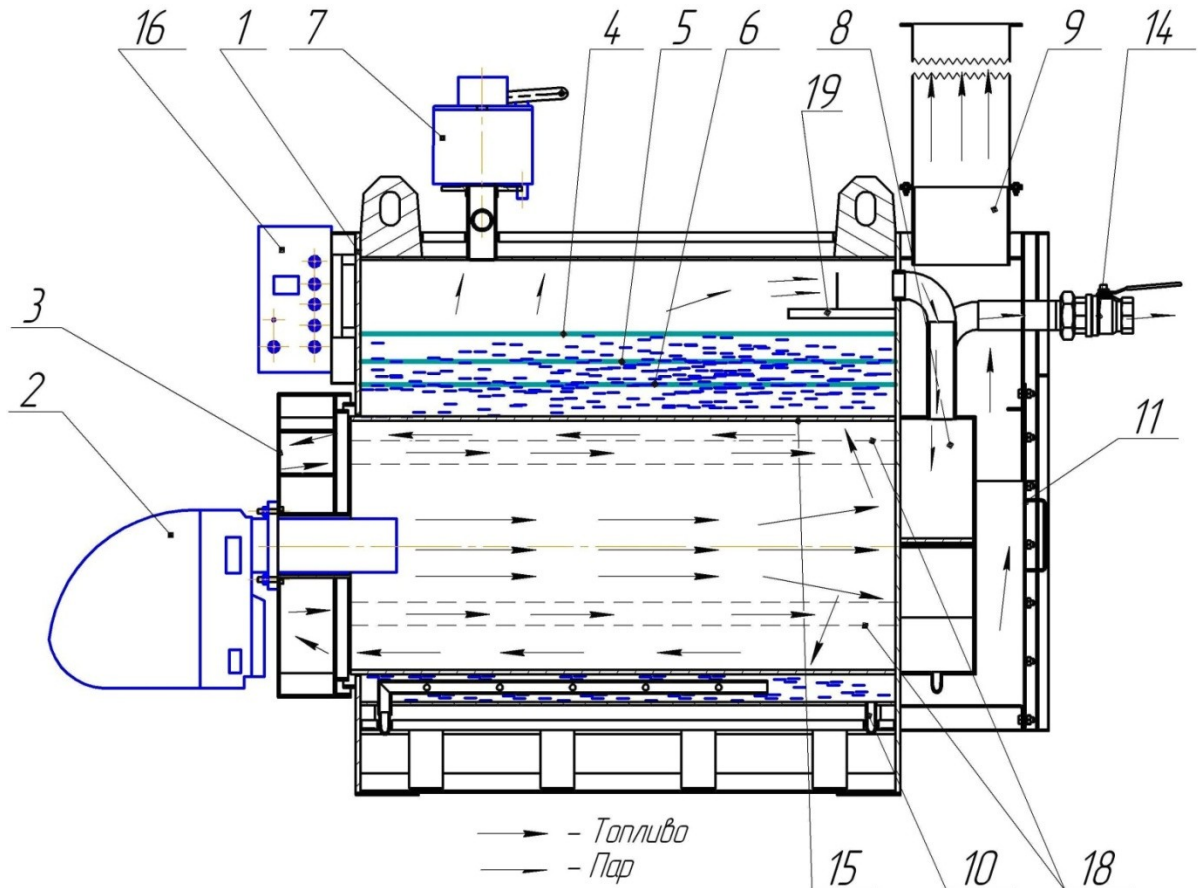

Рис. 1
2.3.1 Котел (рис.1) состоит из корпуса 1, горелки 2, крышки передней 3, крышки задней 11, жаровой трубы 15, трубчатых регистров 18, сепаратора пара 19, пароперегревателя 8, патрубка отбора пара 14, предохранительного клапана 7, дымовой трубы 9, магнитного преобразователя воды, патрубка для слива воды 10, щитка управления 16, контрольно-измерительных приборов, блока датчиков уровня и указателя уровня, насоса, патрубка отбора проб пара, смотрового люка.